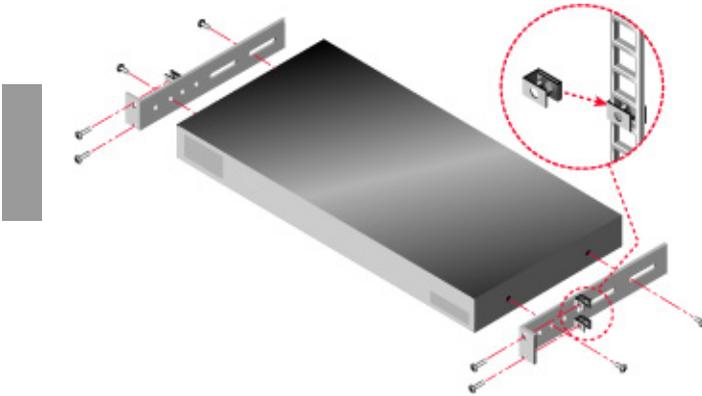

Abbildung 3: Horizontale Installation der Einheit
- ▶ Bauen Sie die Einheit wie in Abbildung 3 gezeigt in das Rack ein, indem die Bohrungen in der kurzen Seite der Befestigungshalterung auf einen entsprechenden Satz passender Bohrungen des Racks ausrichten. Als nächstes führen Sie die Kombinations-Sechskantkopfschrauben durch die Schlitze in der Halterung und durch die Bohrungen der Befestigungsstrebe und danach in die Käfig- oder Schnappmuttern.